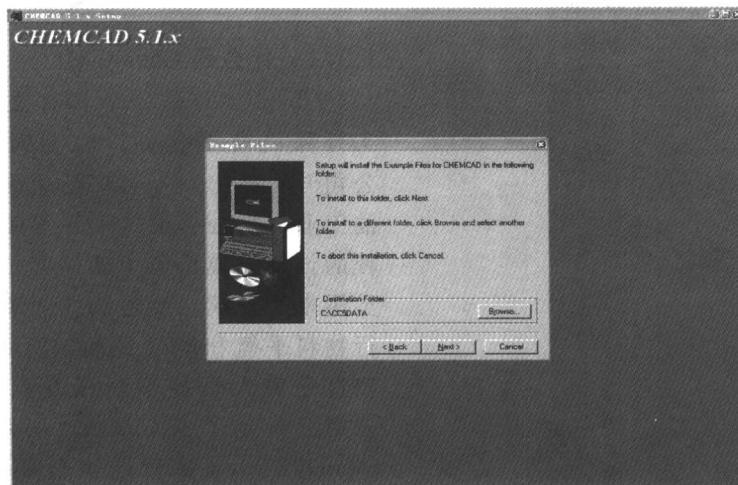

图 1-2 选择安装目录
- 单击 Next 继续下一步，安装程序要求用户选择安装路径，用户可使用其默认的路径，也可以根据自己的意愿单击 Browse 改选自己所希望的安装路径。如图 1-2 所示。